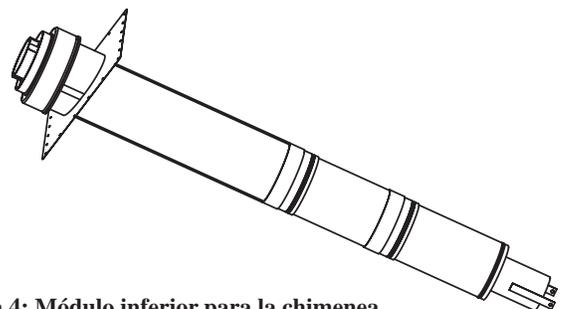

Figura 4: Módulo inferior para la chimenea de ventilación para techo
6 Instalación del módulo inferior para la chimenea de ventilación para techo. Instale el módulo inferior para la chimenea de ventilación para techo en el techo. El tubo interior de 3 in (7,6 cm) está incluido junto con dos soportes colocados en el extremo inferior del tubo para fijarlo a la caja de aire (vea la Figura 4).
C. Sujete el tubo interior de 3 in (7,6 cm) a la caja de aire introduciendo los dos tornillos a través de los soportes a cada lado y en los orificios de los cuales se habían extraído los dos tornillos previamente (vea la figura 4)